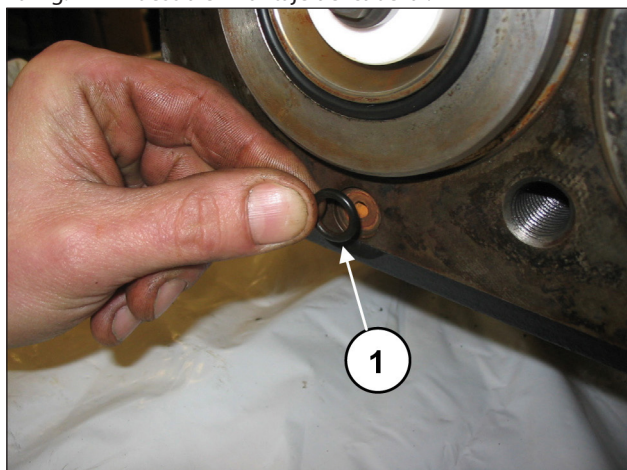
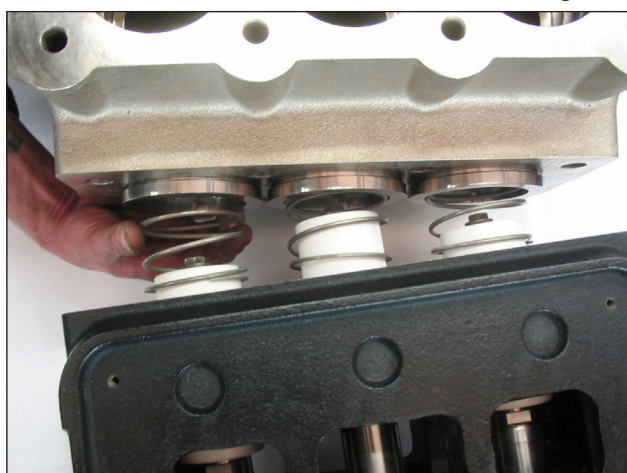

Fig. 171
Fig. 172
Montar la junta tórica del orificio de recirculación (pos. ①, Fig. 171). **Aplicar una ligera capa de grasa para facilitar la introducción de las juntas tóricas en los alojamientos.** La Fig. 172 muestra el montaje del cabezal.